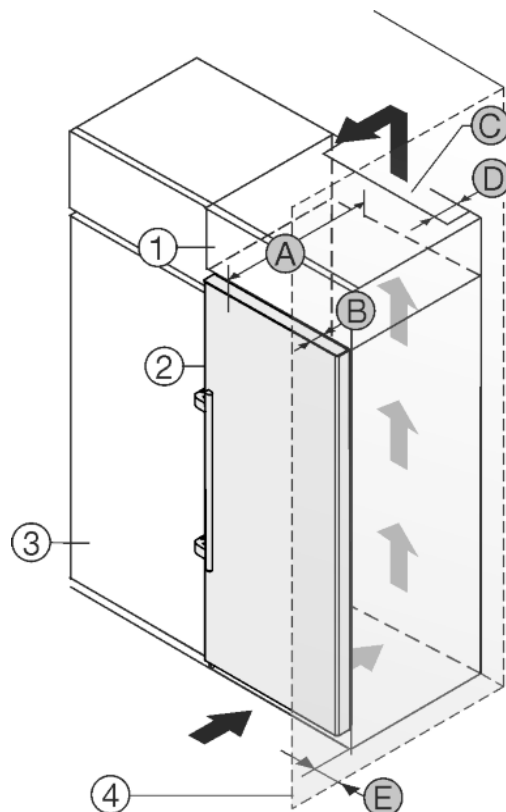

Fig. 24
Urządzenie może zostać obudowane szafkami kuchennymi. Aby dopasować urządzenie *Fig. 24 (2)* do wysokości ciągu szafek kuchennych, można nad urządzeniem umieścić szafkę nasadzaną *Fig. 24 (1)*.
Urządzenie można ustawić bezpośrednio obok szafki kuchennej *Fig. 24 (3)*. By móc całkowicie otworzyć drzwi, urządzenie musi wystawać przynajmniej o głębokość *Fig. 24 (B)* za front szafki kuchennej. W zależności od głębokości szafek kuchennych oraz od zastosowania elementów dystansowych urządzenie może wystawać jeszcze bardziej.
- Na tylnej ścianie szafki nasadzonej wymagany jest wywiewny kanał wentylacyjny o głębokości *Fig. 24 (D)* na całej szerokości szafki.
- Pod sufitem pomieszczenia należy zachować przekrój odpowietrzający *Fig. 24 (C)*.
Jeżeli urządzenie będzie ustawiane z zawiasami do ściany *Fig. 24 (4)*, to pomiędzy urządzeniem i ścianą należy zachować odstęp *Fig. 24 (E)*. Na taką odległość wystaje klamka przy otwartych drzwiach.